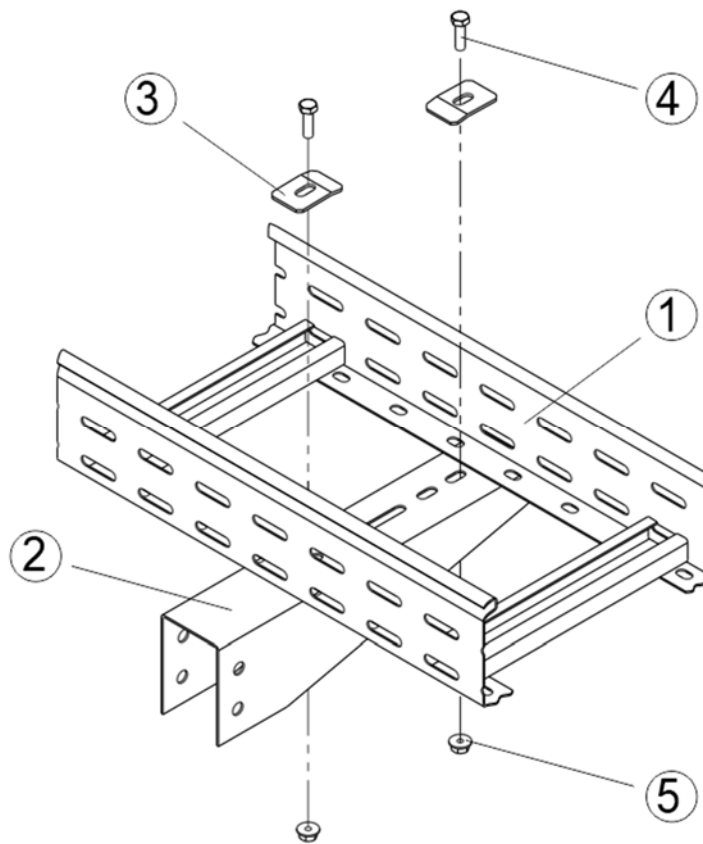

Рисунок 52
8.4.2 Закрепить лоток позиция 1 на кронштейне позиция 2 в двух местах с помощью прижимов лестничных позиция 3, болтов М6х20 позиция 4 и гаек М6 с фланцем позиция 5 (рисунок 52).